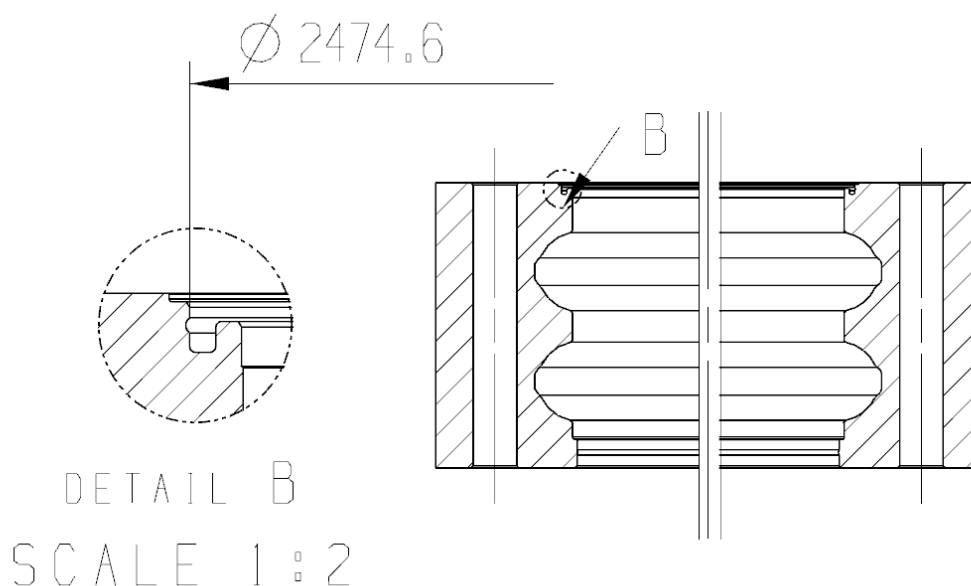

图 1
1.当原视图为断开视图，在标注局部放大图的尺寸时，如果标注的为径向的单边尺寸，需要到使用基线标注，才能正确显示。如图 1 所示。